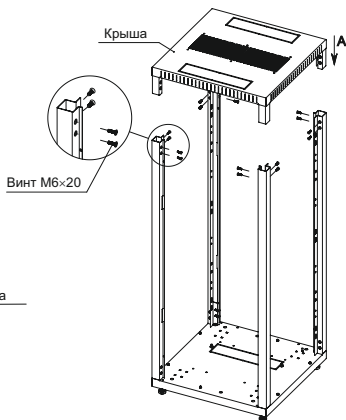

Рисунок 3– Установка крыши
3.3 Вставьте в установленные на основание стойки крышу (действие А) и закрепите винтами M6x20 с потайной головкой (рисунок 3).